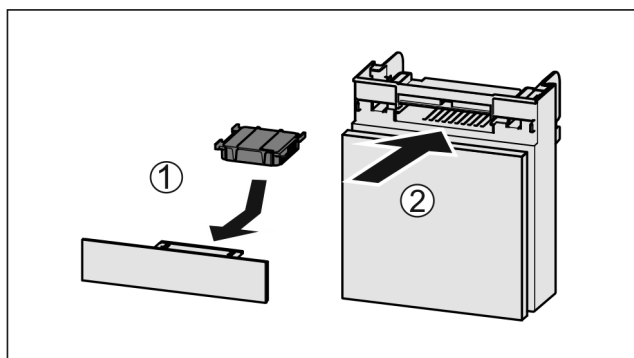

Fig. 183
- ▶ Установите фильтр с активированным углем, как показано на рисунке Fig. 183 (1).
- ▶ Вставьте отделение Fig. 183 (2).